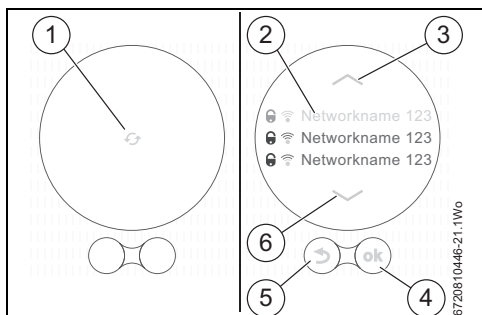

Рис. 9 Выбор сети Wi-Fi
- ▶ Чтобы переключить регулятор в режим "офлайн", нажмите кнопку «назад» (→ рис. 9, [5]). Теперь температуру можно настроить только вручную с помощью экрана.
- ▶ Чтобы снова выполнить поиск, нажмите кнопку (ok) (→ рис. 9, [4]).